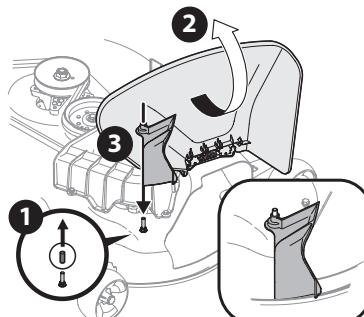

Figure 19
- Retirez le capuchon en caoutchouc de la goupille qui dépasse du plateau de coupe. Voir Figure 19.
3. Relevez le déflecteur d'éjection (2) et tenez-le pendant que vous installez l'adaptateur de goulotte (731-10133) (3) sur le plateau de coupe. Voir Figure 19 à la page 30.